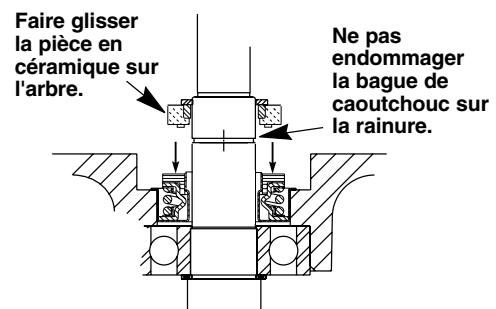

Figure 3
3. Glisser sur l'arbre un demi-joint rotatif neuf (Figure 3).